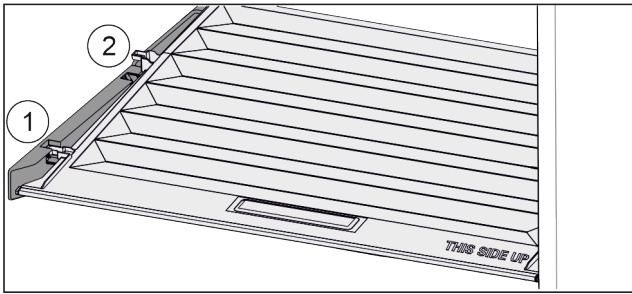

Fig. 148
- ▶ Deckel bis zur Öffnung in den Halteteilen nach vorne ziehen Fig. 148 (1).
- ▶ Hinten von unten anheben und nach oben wegnehmen Fig. 148 (2).